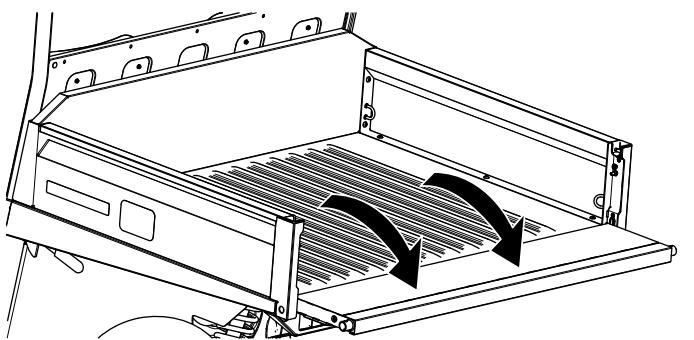

Figura 82
- Baje el portón hasta que quede enrasado con la parte inferior de la plataforma de carga (Figura 82).